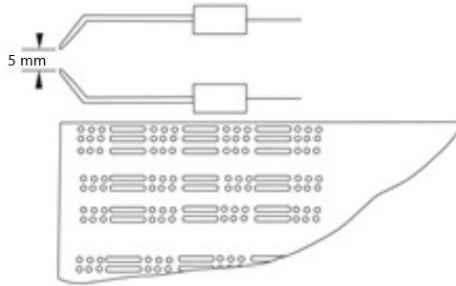

Figura 12
- Compruebe regularmente la posición de los electrodos de arranque. Véase la figura 12, página 19.